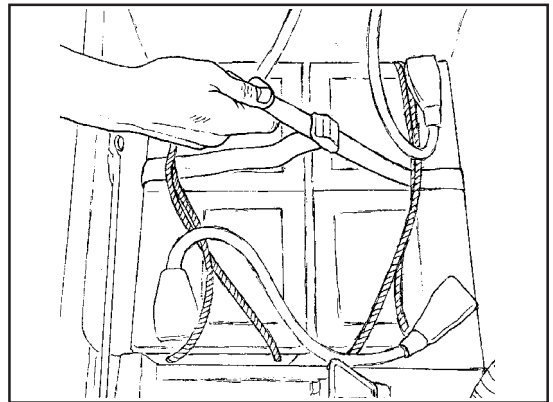

Abb. 12
11. Sichern Sie die Batterien mit den Batterieriemern (siehe Abb. 12).